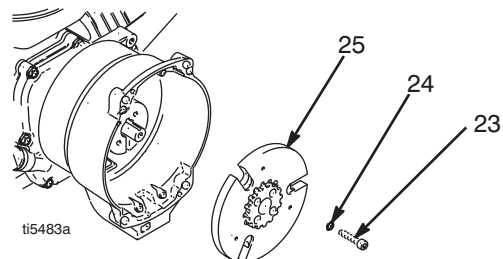

FIG. 7
8. FIG. 7. Bruk en slag nøkkel eller stikk et eller annet mellom clutchankeret (25) og clutchhuset (19) for å holde fast motorakselen under demontering.
9. Ta ut de fire skruene (23) og låseskivene (24).